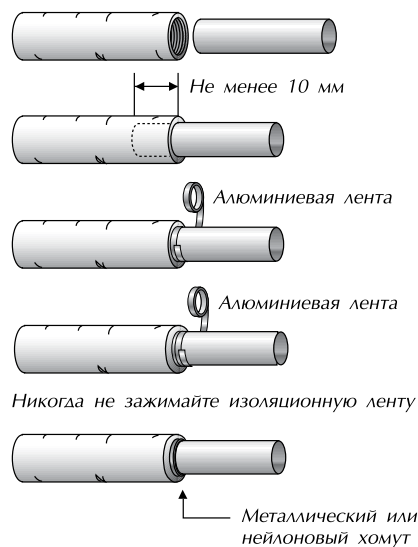
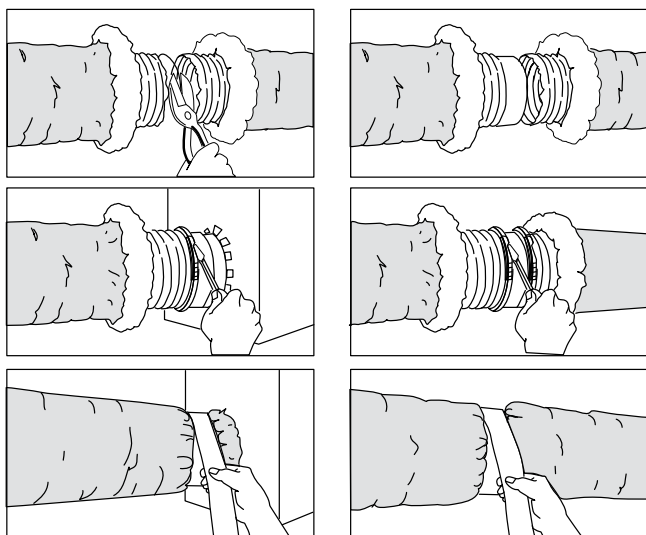

рис. 9
рис. 10
- Порядок действий иллюстрирован на рис.9 и рис.10.